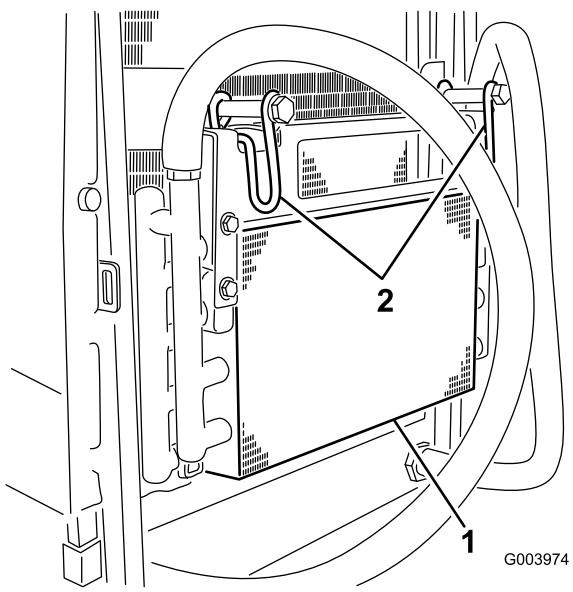

図 72
- オイル・クーラのラッチを内側に倒してオイル・クーラを外す（図 72）